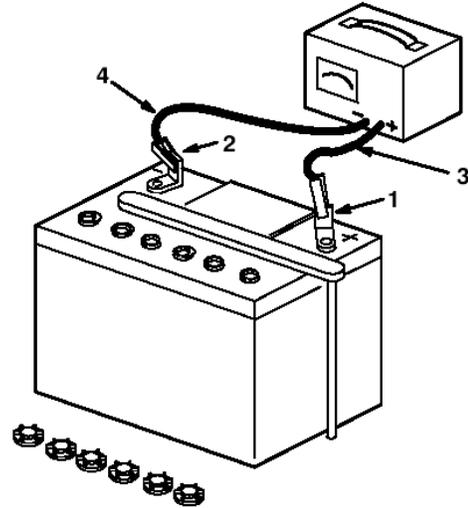

图5
3、保持注液盖开启，将3至4amp的电瓶充电器连在电瓶柱上（图5）等于或低于ampers对电瓶充电4小时。（12伏特）